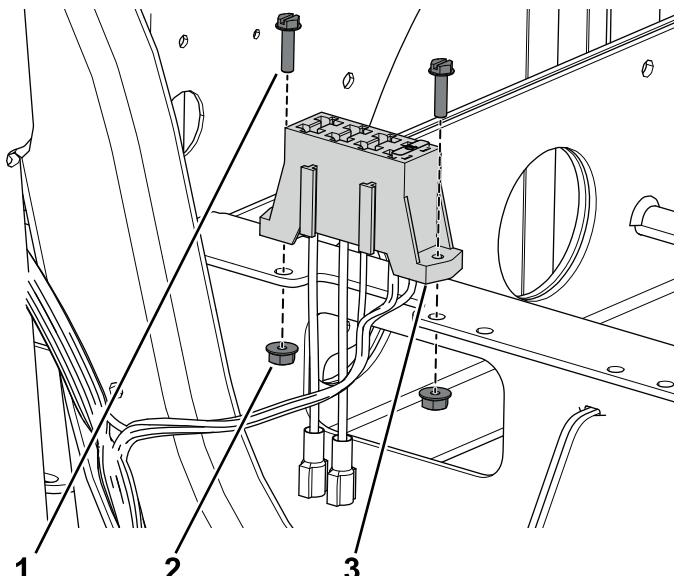

Figura 84
3. Utilice los 2 tornillos y tuercas que sujetan el bloque de fusibles a la bandeja de baterías delantera (Figura 84).